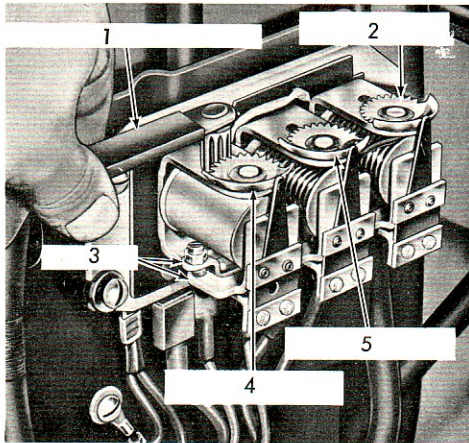

Fig. 25.
A l'aide de la clé de réglage des cames de régulateur (clé No. SW-504 ou No. 54381742) (Fig. 25), tourner lentement la came de réglage de l'élément régulateur de tension dans le sens des aiguilles d'une montre pour augmenter la tension de sortie ou dans le sens inverse pour la diminuer. Si la tension ne peut être réglée dans les tolérances spécifiées page 70, remplacer le régulateur de tension.
1. A l'aide de la clé de réglage des cames de régulateur (Clé No SW. 504 ou No. 54381742), tourner à fond les cames des éléments régulateurs de tension et d'intensité dans le sens inverse des aiguilles d'une montre (Fig. 25).
REMARQUE : Pendant le réglage de l'élément régulateur d'intensité, la dynamo doit débiter son intensité maximale. Ceci peut être réalisé en montant une pince convenable et suffisamment puissante sur les contacts pour les maintenir mécaniquement fermés (Fig. 25).
A l'aide de la clé de réglage des cames de régulateur (Clé No. SW-504 ou No. 54381742) (Fig. 25), tourner la came de réglage de l'élément régulateur d'intensité dans le sens des aiguilles d'une montre, pour augmenter l'intensité ou dans le sens inverse pour la diminuer. Si l'intensité ne peut être réglée dans les tolérances spécifiées page 70, remplacer le régulateur de tension.
A l'aide de la clé de réglage des cames de régulateur de tension (Clé No. SW-504 ou No. 54381742) (Fig. 25), tourner lentement la came de réglage du conjoncteur/disjoncteur dans le sens des aiguilles d'une montre pour augmenter la tension de conjonction ou dans le sens inverse pour diminuer. Si la tension de conjonction ne peut être réglée dans les tolérances spécifiées P.70, remplacer le régulateur de tension.